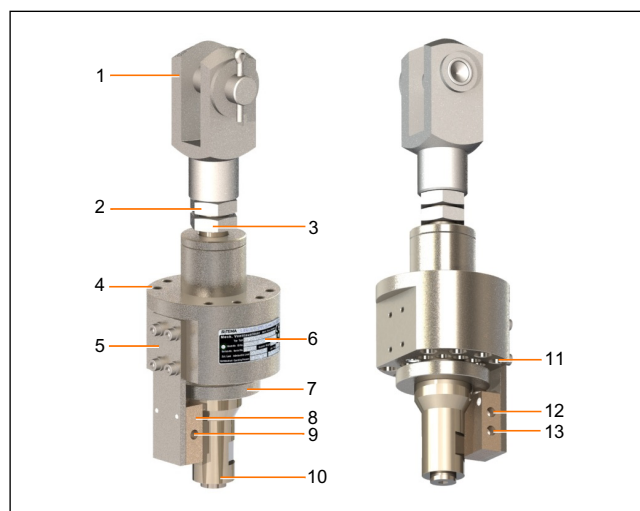

Fig. 1: Panoramica MVA (versione a titolo esemplificativo)
La trazione dell'elemento di sollevamento in tensione sulla barra di comando (10), *fig. 1* mantiene l'anello di aggancio (7), privo di contatto dalla slitta della valvola pneumatica (8). In questa condizione, la valvola pneumatica non è azionata.
I raccordi pneumatici 1, 2 e 3 (vedere 9, 12, 13, *fig. 1*) possono essere liberamente occupati. A seconda dell'impiego, la posizione base (non azionata/azionata) può essere definita come aperta o chiusa.